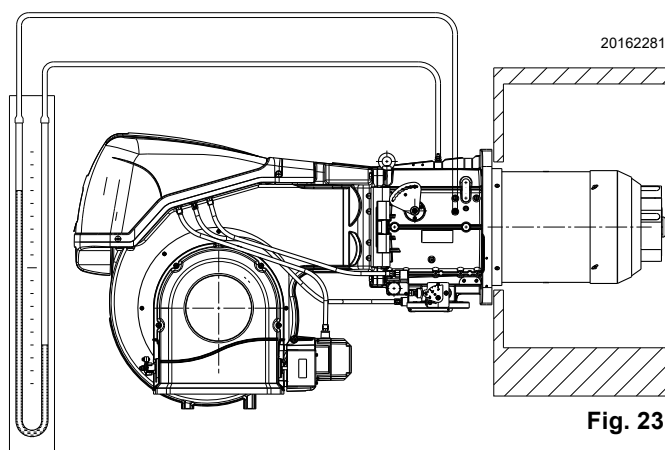

Fig. 23
- Montar un manómetro en U o un manómetro de tipo diferencial (Fig. 23), con toma (+) en la presión del gas del manguito y (-) en la cámara de combustión. Se utiliza para obtener aproximadamente la potencia MÁX del quemador mediante la Tab. K.